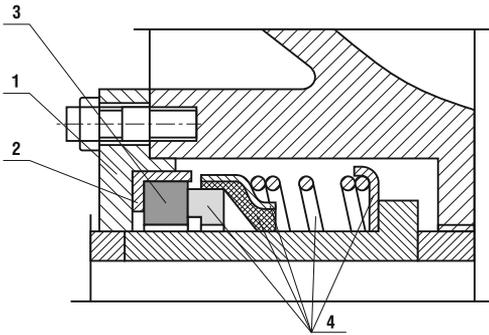
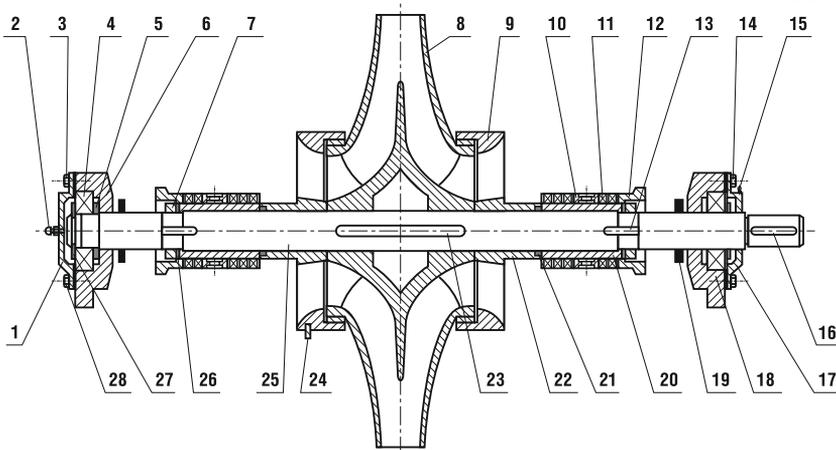

Рисунок 2.
Рисунок 3.
- открутить гайки и вытянуть сальниковый фланец поз. 11 рис.1 или крышку поз.1 рис.2 (для насосов с механическим торцевым уплотнением) к корпусу подшипника поз. 2 рис.1;
- подъёмным механизмом демонтировать вал насоса в сборе рис.3;
- демонтировать полумуфту вала насоса и снять шпонку поз. 16 рис.3;
- открутить болты поз.14 и 28 рис.3 и снять крышки поз.1 и 17 рис.3;
- с обеих сторон вала открутить специальные гайки поз.3 рис.3, снять стопорные шайбы поз.27 рис.3;
- демонтировать корпуса подшипников поз.6 и 18 рис.3 вместе с подшипниками поз.4 рис.3;
- с вала поз.25 рис.3 снять предохранительные шайбы поз.19 рис.3, сальниковые фланцы поз. 12 рис.3, сальниковую набивку поз.11 рис.3 с сальниковыми кольцами поз. 10 рис.3, уплотнительные кольца поз.9 рис.3;
- открутить специальные гайки поз.7 рис.3, снять стопорные шайбы поз.26 рис.3;
- демонтировать шпонки поз.13 рис.3, предохранительные втулки поз.20 рис.3, уплотнительные резиновые кольца поз.21 рис.3, конусные втулки поз.22 рис.3;
- снять с вала рабочее колесо поз.8 рис.3 и демонтировать шпонку поз.23 рис.3;
- после демонтажа корпусов подшипников поз.6 и 18 рис.3 вместе с подшипниками поз.4 рис.3, с вала снять предохранительные шайбы, крышки поз.1 рис.2, уплотнители поз. 2 рис.2 и стационарные части уплотнений поз.3 рис.2;
- аккуратно демонтировать вращающиеся части поз.4 рис.2;
Вначале выполняется сборка деталей на вал рис.3:
- на вал устанавливается шпонка поз.23 рис.3 и монтируется рабочее колесо поз.8 рис.3 так, чтобы выпуклая часть лопаток смотрела влево, если смотреть со стороны рабочего конца вала;
- с обеих сторон рабочего колеса монтируются конусные втулки поз.22 рис.3, уплотнительные резиновые кольца поз.21 рис.3, предохранительные втулки поз. 20 рис.3, шпонки поз. 13, стопорные шайбы поз.26 рис.3 и гайки специальные поз.7 рис.3. Гайки подтянуть с небольшим усилием;
- с обеих сторон на рабочее колесо монтируются уплотнительные кольца поз.9 рис.3;
- на вал одеваются сальниковые кольца поз. 10 рис.3, сальниковые фланцы поз.12 рис.3, предохранительные шайбы поз.19 рис.3;
- подшипники поз.4 рис.3 запрессовываются в корпуса подшипников поз.6 и 18 рис.3 (в корпус подшипника опорного конца вала сначала устанавливаются регулировочные шайбы поз.5 рис.3) и вместе монтируются на вал;
- устанавливаются стопорные шайбы поз.27 рис.3 и подтягиваются специальными гайками поз.3 рис.3;
- на валу устанавливается шпонка поз.16 рис.3 и полумуфта.
- цилиндрические штифты поз.24 рис.3 входят в отверстия корпуса. В некоторых насосах уплотнительные кольца поз.9 рис.3 вместо штифтов имеют выпуклые полукольца, которые ложатся в соответствующие пазы корпуса;
- корпусы подшипников поз.6 и 18 рис.3 с помощью болтов крепятся к корпусу насоса;
- с помощью специальных гаек поз.7 рис.3 регулируется положение рабочего колеса на валу. Рабочее колесо должно располагаться по центру спирального канала насоса и между рабочим колесом и уплотнительными кольцами поз.9 рис.3 оставались установленные тепловые зазоры. Разница между зазорами с одной и с другой стороны рабочего колеса не должна превышать 0,5 мм. После регулировки положение специальных гаек поз.3 рис.3 фиксируется стопорными шайбами поз.27 рис.3;
- устанавливаются крышки поз.1 и 17 рис.3 и подтягиваются болтами поз.14 и 28 рис.3;
- укладываются кольца сальниковой набивки поз.11 рис.3. Длину отрезков набивки нужно подобрать таким образом, чтобы концы, срезанные под 45°, сомкнулись при обороте вокруг предохранительной втулки поз.20 рис.3 вала. Стыки соседних колец набивки должны быть расположены на 180° друг к другу;
- пакет колец сальниковой набивки (обычно по 5 колец на каждый конец вала) необходимо распределить по обеим сторонам сальниковых колец поз.10 рис.3 таким образом, чтобы сальниковые кольца расположились напротив каналов подвода охлаждающей жидкости крышки корпуса насоса;
- после монтажа рабочего колеса с обеих сторон рабочего колеса монтируются конусные втулки поз.22 рис.3, уплотнительные резиновые кольца поз.21 рис.3, предохранительные втулки поз. 20 рис.3, шпонки поз. 13, стопорные шайбы поз.26 рис.3 и гайки специальные поз.7 рис.3. Гайки подтянуть с небольшим усилием;
- после этого очень аккуратно монтируются вращающиеся части торцевых уплотнений поз.4 рис.2, необходимо обеспечить целостность резиновых уплотнителей;
- на вал одеваются крышки поз.1 рис.2 с запрессованными в них уплотнителями поз.2 рис.2 и стационарными частями поз.3 рис.2;
После установки крышки насоса и подтягивания всех гаек, крышка поз.1 рис.2 со стационарной частью торцевого уплотнения прикручивается к корпусу и крышке насоса.